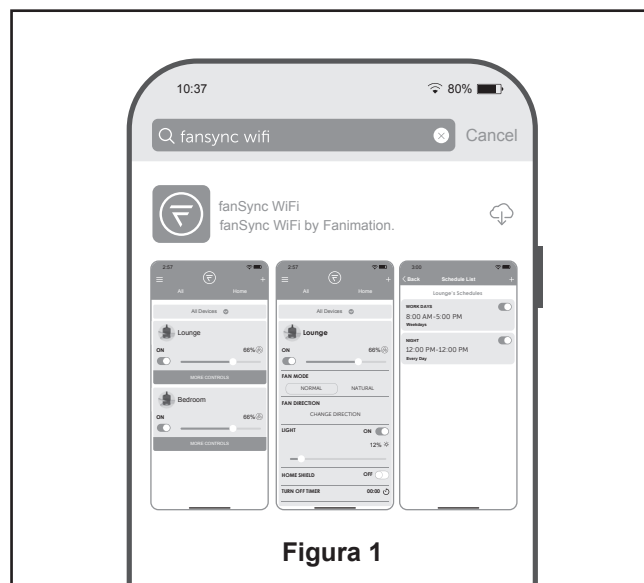

Figura 1
- ☐ 1. Instalación de la placa de la pared: (Figura 1)
- ☐ 1. Visite el App Store de Apple o el Play Store de Google para descargarse la App gratuita fanSync WiFi. (Figura 1)